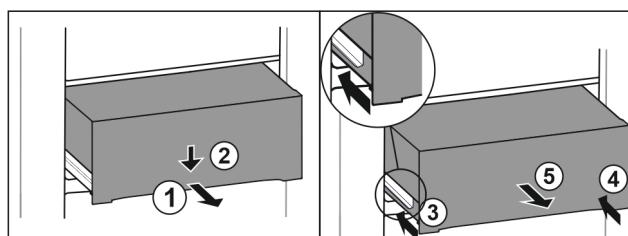

Fig. 104
- Вытяните выдвижной ящик наполовину. Fig. 104 (1)
- Вдавите выдвижной ящик в передней части вниз. Fig. 104 (2)
- Задвиньте левую направляющую прим. на 2 см. Fig. 104 (3)
- Задвиньте правую направляющую прим. на 2 см. Fig. 104 (4)
- Извлеките выдвижной ящик движением вперед. Fig. 104 (5)